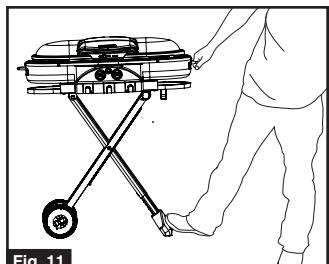
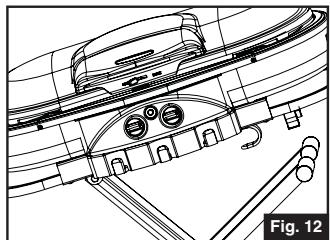
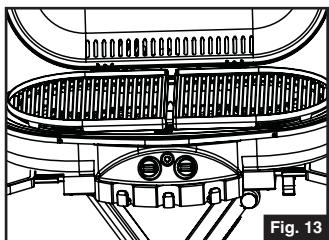

Fig. 11
Fig. 12
Fig. 13
- Baje la parrilla y deslícela hacia atrás hasta que las extensiones de las patas se aseguren en los soportes en la parte inferior del estante de la parrilla. (Fig. 11, Fig. 12 y Fig. 13)